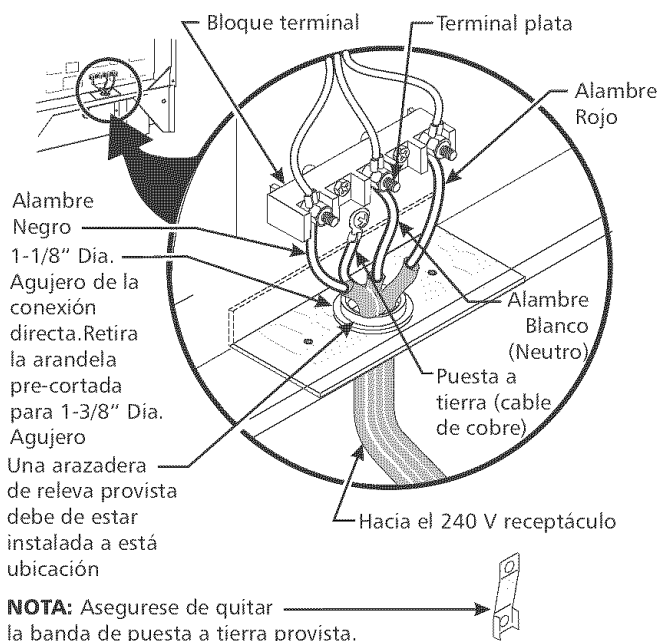

Figura 4
Para las casas sobre ruedas, las nuevas instalaciones, en los vehículos de recreación o en las áreas donde los códigos locales no permiten la conexión del conductor a tierra al neutro, un ensamblaje de suministro eléctrico de 4 conductores para estufas, clasificado a 125/250 voltios mínimo, 40 amperios mínimo, debe de ser utilizado (ver la figura 4).
- Conecte el alambre de puesta a tierra (verde) del cordón eléctrico de cobre al marco del artefacto con el tornillo de puesta a tierra, usando el agujero en el marco donde se quitó el tornillo de puesta a tierra (vea figura 4).
Si el aparato está conectado directamente al cortacircuito, a la caja de fusibles o a la caja de empalmes, use un cable blindado flexible o no metálico recubierto de cobre (con alambre a tierra). Provee una abrazadera releva de anclaje homologado UL a cada extremidad del cable. A la extremidad del electrodoméstico, el cable pase a través del agujero de la conexión directa (ver figura 4) en el cordón de la placa de montaje. El tamaño de los alambres (**alambre de cobre solamente**) y las conexiones deben estar conforme al régimen del electrodoméstico.